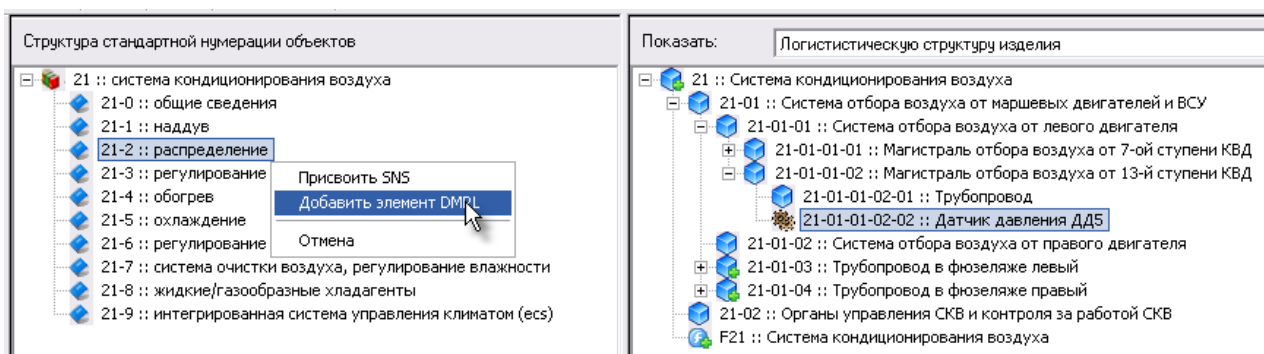

Рис. 10-8
3. Отпустите кнопку мыши. При этом появится контекстное меню, в котором выберите пункт **Добавить элемент DMRL** (рис. 10-8).